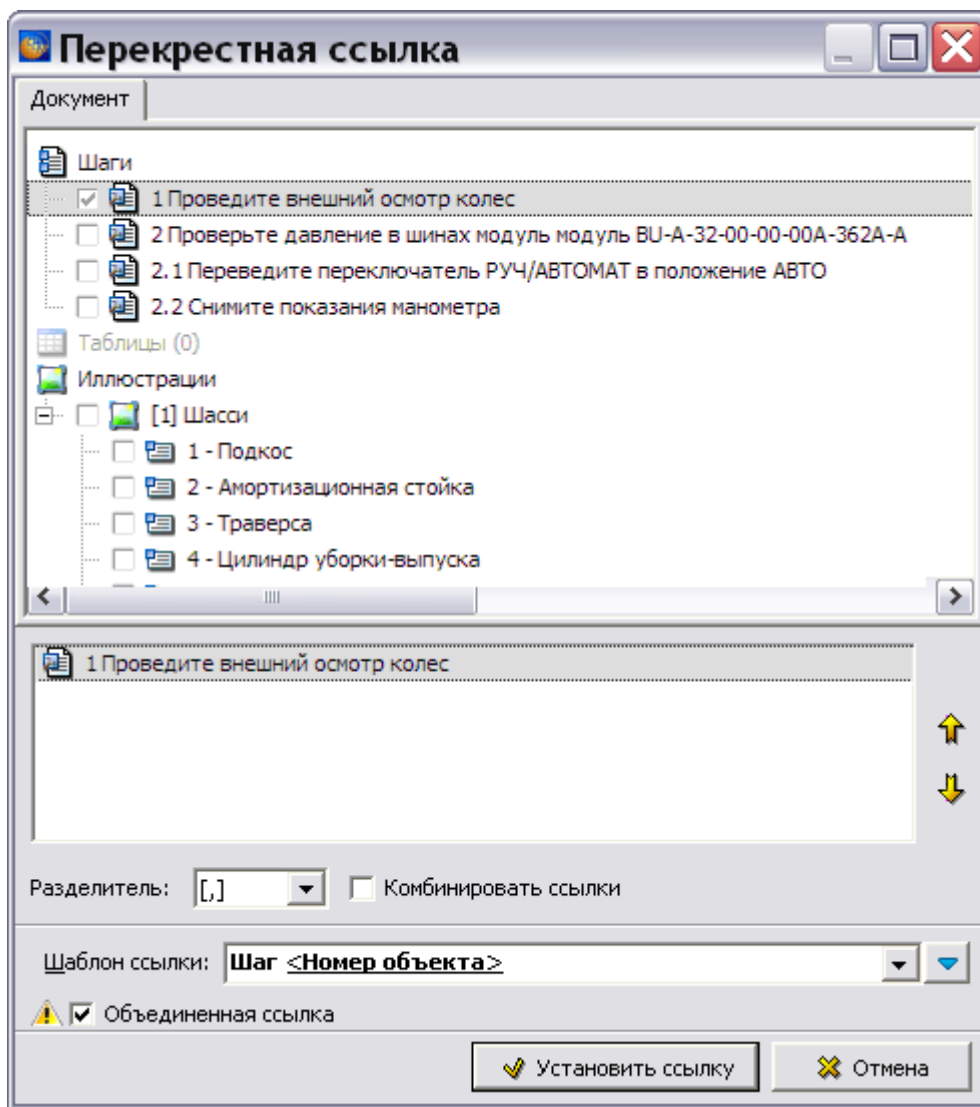

Рис. 5.222
5. Окно с внутренними объектами версии МД появится после нажатия на **+** слева от версии МД в структуре проекта. Это окно также можно вызвать нажатием на кнопку **▾** в нижней правой части окна и выбором команды **Установить перекрестную ссылку**. В диалоговом окне **Перекрестная ссылка** отображена структура модуля данных, объект которого будет использоваться для ссылки (Рис. 5.222).
6. Выделите объект для ссылки, например, шаг операции 1 (Рис. 5.222).